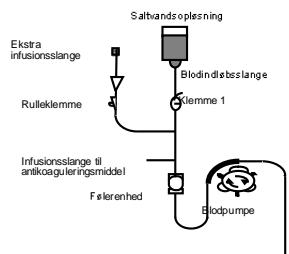

Fig. 1
- Slut pumpe-slangerne til pumpen og føleren til følerenheden (Fig. 1).